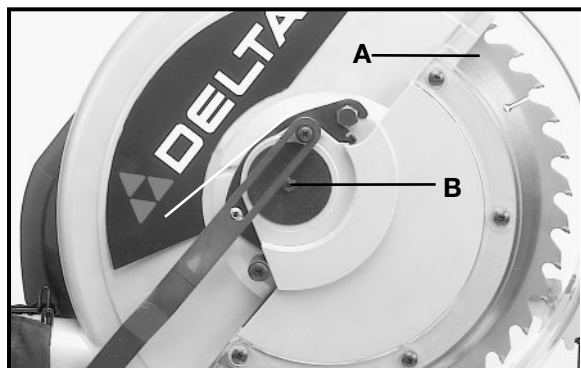

Fig. 34
Après un certain temps d'utilisation, le protège-lame mobile (A) fig. 34 peut devenir mal réglé ou se déplacer par à-coups lorsque la tête de coupe est abaissée. Ceci peut facilement être corrigé en resserrant légèrement l'écrou (B) jusqu'à ce que le protège-lame inférieur (A) se déplace en douceur.